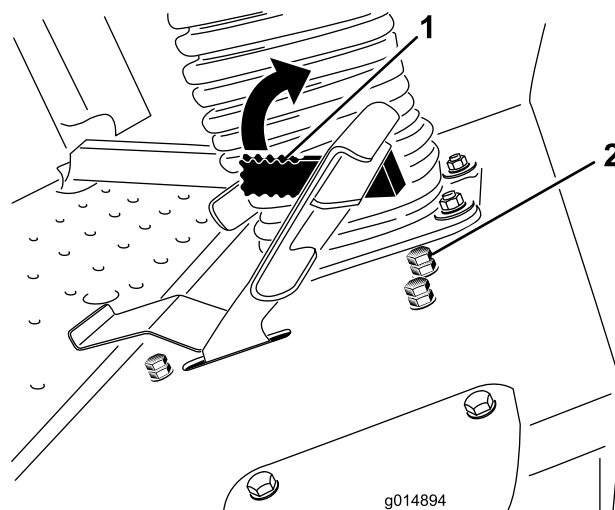

Figure 41
3. Desserrez l'écrou de blocage sur le boulon d'arrêt du limiteur de vitesse de tonte (Figure 41).
Le levier limiteur de vitesse de tonte (Figure 41) peut être basculé en avant pour limiter la vitesse de déplacement pendant la marche.